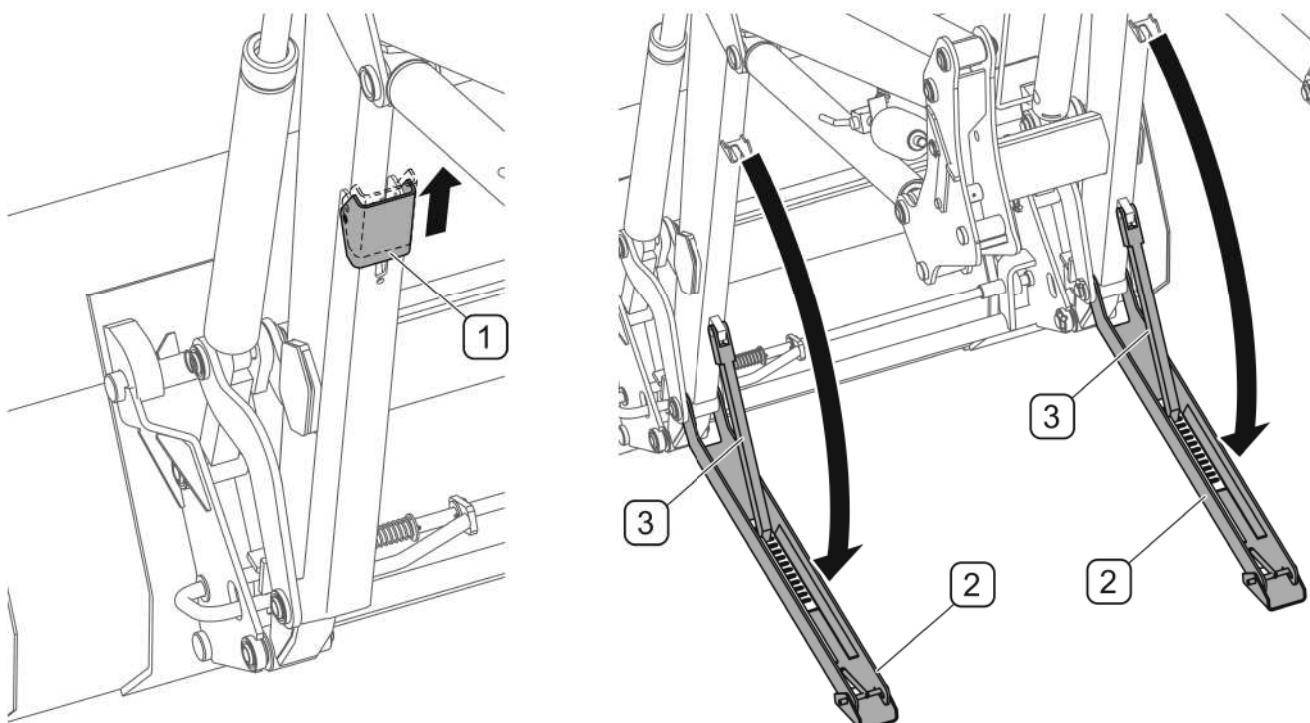

РИСУНОК 4.28 А Стационарные опоры
(1)- блокировка опоры; (2)- стояночные опоры; (3)- блокировочная собачка;
- оттянуть блокировки опор (1) (РИСУНОК 4.28 А);
- опустить стояночные опоры (2) вместе с собачками (3) на основание;